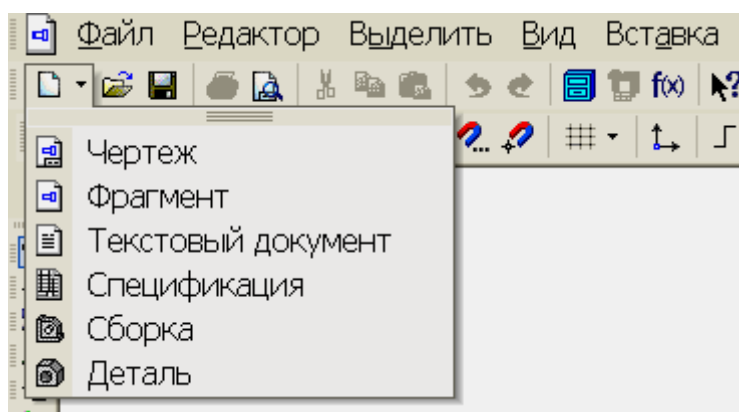

Рис. 34
**КОМПАС-ГРАФИК** позволяет выполнять ряд конструкторских работ различного назначения. В связи с этим в КОМПАС-ГРАФИК создано несколько *рабочих окон*, которые имеют свое специальное оформление и соответствующий набор команд. Ввести то или иное рабочее окно можно с помощью кнопок с пиктограммами, которые открываются на **стандартной панели инструментов** с помощью кнопки *<Создать>* (см. рис. 34)